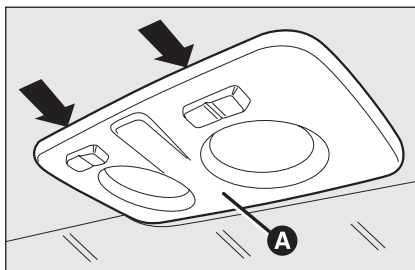
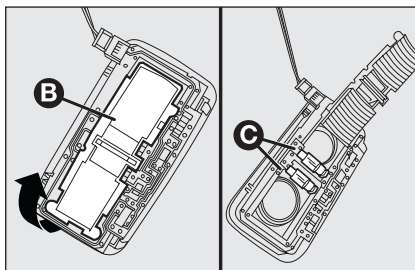

fig. 36
fig. 37
- ☐ agire nei punti indicati dalle frecce e rimuovere la plafoniera **A-fig. 36**;
- ☐ aprire lo sportellino di protezione **B-fig. 37**;
- ☐ richiudere lo sportellino **B-fig. 37** e fissare la plafoniera **A-fig. 36** nel proprio alloggiamento accertandosi dell'avvenuto bloccaggio.